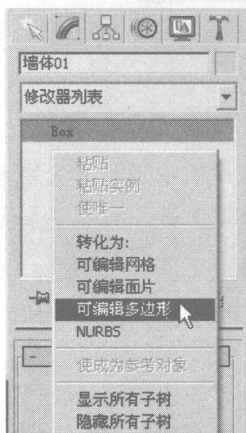

图 1-9 选择“可编辑多边形”选项
⑤ 在  “修改”面板的堆栈栏内右击 Box 选项，在弹出的快捷菜单中选择“可编辑多边形”选项，如图 1-9 所示，将长方体塌陷为“可编辑多边形”。